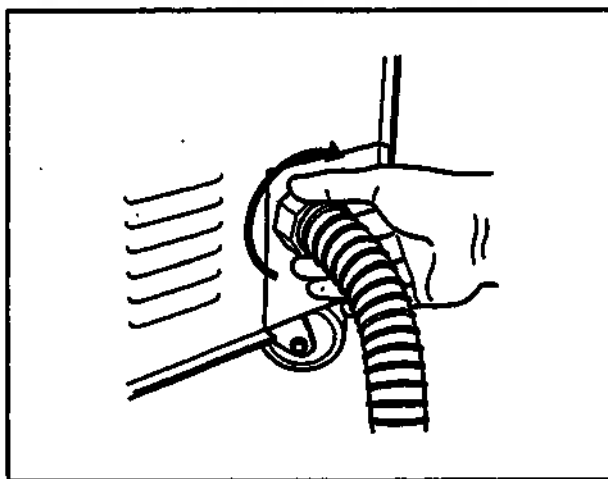

Рис. 3.10
1. Совместите соединительное кольцо сливного шланга с коннектором для сливного шланга на задней панели (внизу справа) поверните кольцо по часовой стрелке для затягивания (см. рис. 3.10).